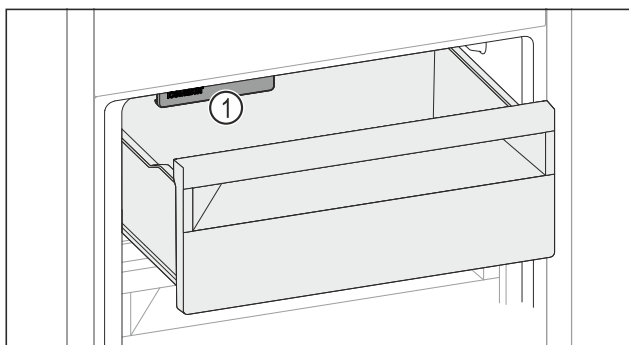

Fig. 61
- ▶ Dávejte pozor na IceMaker Fig. 61 (1).